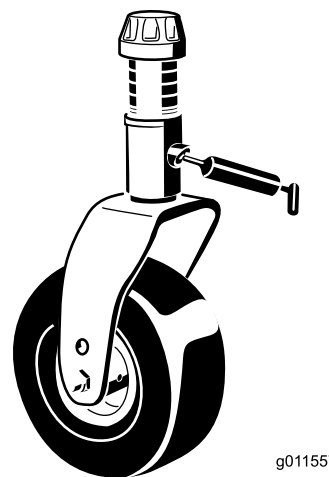

Figura 49
- 1 boccola dell'albero della forcella della ruota orientabile (Figura 49)